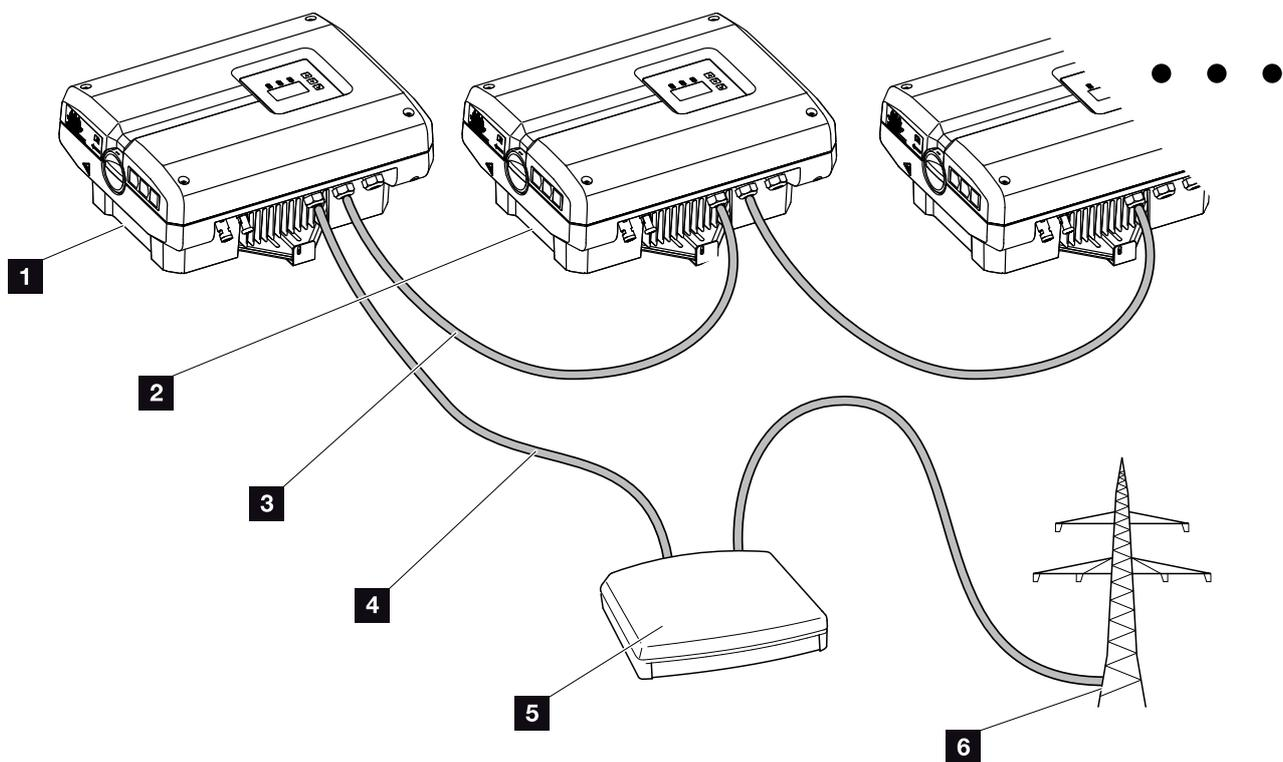

Fig. 54: Konfiguration fjernovervågningsmodtager med flere vekselstrømsomformere (ethernet-forbindelse)
2. Forbind alle vekselstrømsomformere via ethernet-tilslutninger (RJ45) med et ethernet-kabel eller via RS485. 🔌 **Fig. 54**
3. Tilslut fjernovervågningsmodtageren ved Master-vekselstrømsomformeren 🔌 **Fig. 54 pos. 1** ved tilslutningsklemmen analoginterface (10-polet).
Fjernovervågningsmodtageren må kun tilsluttes ved Master-vekselstrømsomformeren. 🔌 **Fig. 54**